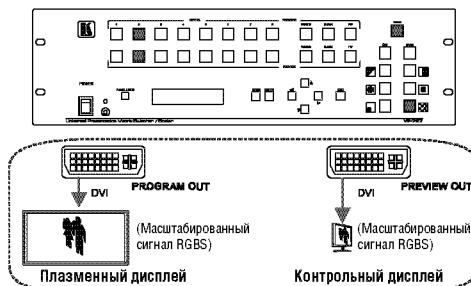

Рис. 8. Пример использования контрольного и программного выходов
Как показано в примере на рис. 8, после проверки результата масштабирования изображения с источника RGB в DVI, оператор переводит сигнал с контрольного выхода на программный, заменяя ранее демонстрировавшееся изображение с использованием эффекта перехода, в данном случае «шахматной доски».
- в режиме повторения после нажатия на кнопку *TAKE* сигнал на программном выходе повторяет сигнал на контрольном (пример на рис. 8 показан именно для этого режима)
- в режиме обмена после нажатия на кнопку *TAKE* сигналы на программном и контрольном выходах меняются местами. Если бы в примере на рис. 8 использовался этот режим, то при нажатии на кнопку *TAKE* сигнал источника RGB был бы выдан на программный, а компонентного — на контрольный выходы. Изменение источника сигнала для выходов было бы отражено также в подсветке кнопок в группах *PROGRAM* и *PREFVIEW*.